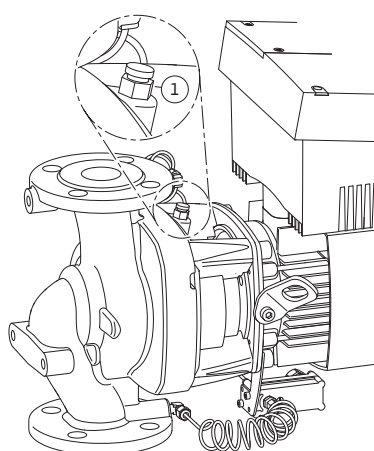

Fig. 45: Вентиляційний клапан
- Повітря з насоса видаляють, відкриваючи вентиляційний клапан (Fig. 45, п. 1). Сухий хід руйнує ковзне торцеве ущільнення насоса. Видаляти повітря з датчика перепаду тиску заборонено — загроза ушкодження!